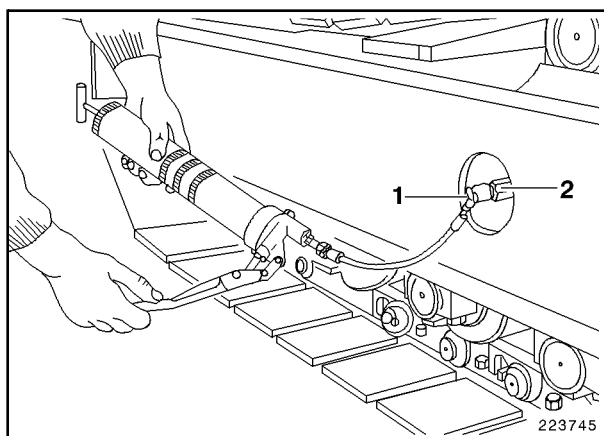

Fig. 5
- Limpiar la válvula de relleno de la instalación tensora de la cadena (2, Fig. 5).